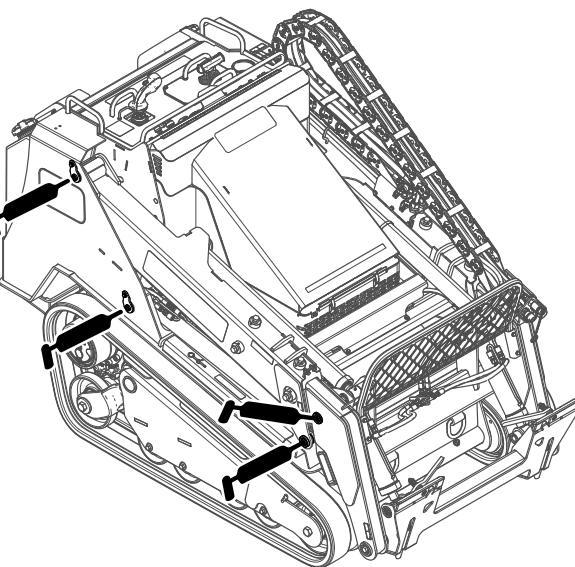
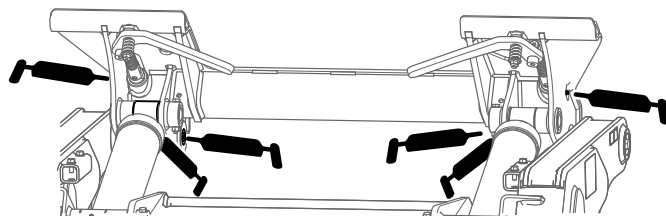
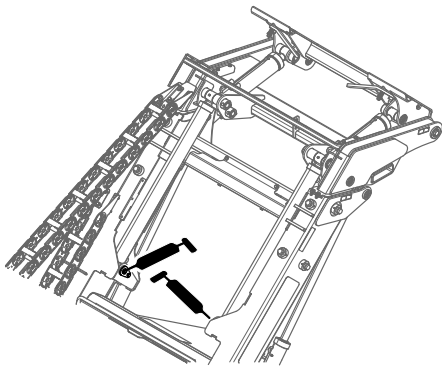

Figure 40
Figure 41
Figure 42
4. Raccordez un pistolet de graissage à chaque graisseur (Figure 40, Figure 41 et Figure 42).